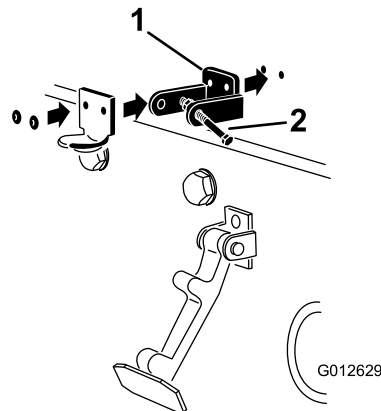

図 33
3. CEロックブラケットとフードラッチブラケットの穴を整列させてフードにセットする。ロックブラケットをフード側にフードに当てて取り付けます 図 33。ロックブラケットアームについてのボルトナットアセンブリは外さないでください。
5. ブラケットとワッシャをフードにリベットで固定する 図 33。